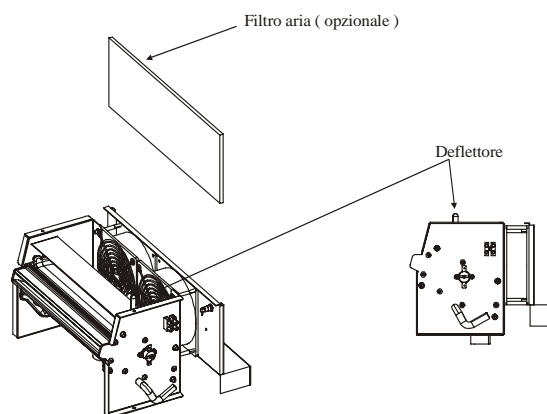

Fig. 7.1
- Deflettore. Il deflettore è posto leggermente all'interno del diffusore ed a monte dello stesso: serve a variare la direzione del flusso di vapore (vedi Fig. 7.1). L'inclinazione va stabilita in fase di primo avviamento e modificata solo in caso di necessità particolari. L'aggiustamento dell'inclinazione va eseguita a freddo e non durante l'emissione di vapore: esiste il pericolo di ustione!